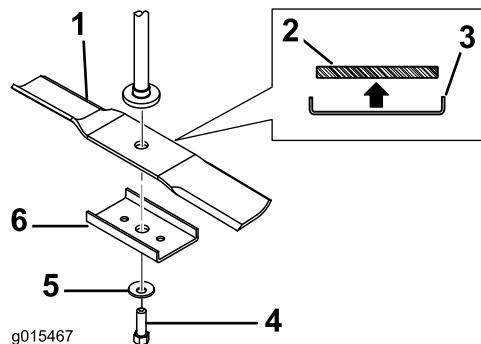
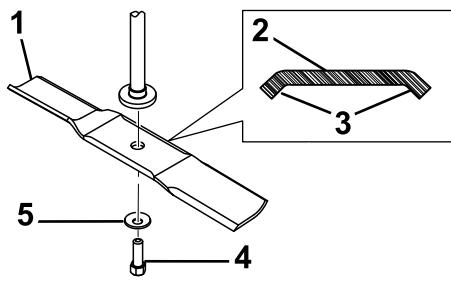

Bild 2
Bild 3
- Wählen Sie unter den in Bild 2 und Bild 3 dargestellten den Stil des Messers, der den Messern am Mähwerk am besten entsprechen. Halten Sie das Ende des Messers mit einem Lappen oder einem stark wattierten Handschuh und nehmen es ab.